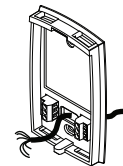

Figure 2
- 5 Passer les fils par la grande ouverture située au centre inférieur de la plaque murale selon la figure 2.